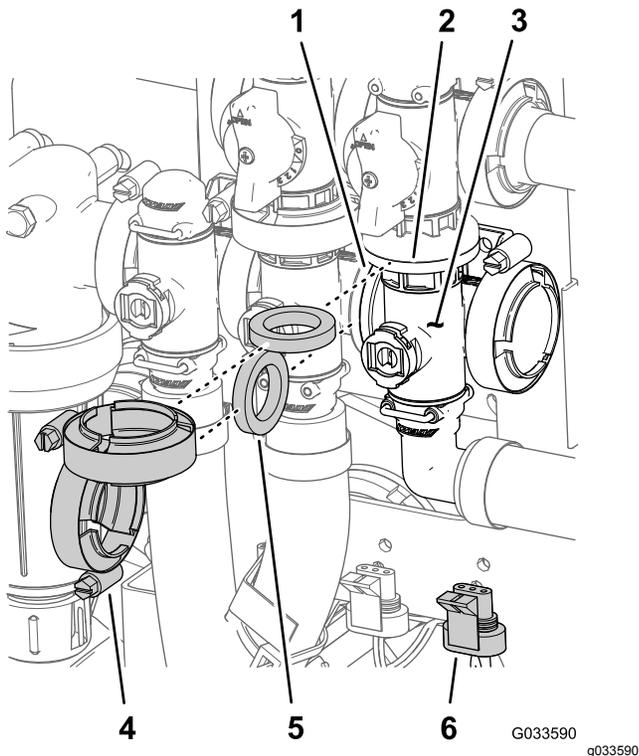

Bild 129
- Fluchten Sie den Flansch des Hauptausleger-Ventilverteilers, eine Dichtung und den Flansch des Hauptausleger-Sicherheitsventils aus (Bild 129).
- Montieren Sie den Hauptausleger-Ventilverteiler, eine Dichtung und das Hauptausleger-Sicherheitsventil mit einer Flanschklammer und ziehen sie mit der Hand an (Bild 129).
- Fluchten Sie den Flansch des Hauptausleger-Ventilverteilers, eine Dichtung und den Rührwerkventilverteiler aus (Bild 129).
- Montieren Sie den Hauptausleger-Ventilverteiler, die Dichtung und den Rührwerkventilverteiler mit einer Flanschklammer und ziehen sie mit der Hand an (Bild 129).
- Befestigen Sie das Rührwerkventil mit der Bundkopfschraube und der Sicherungsbundmutter (Bild 129), die Sie in Schritt 3 von Entfernen des Ventils des Hauptauslegerverteilers (Seite 86) entfernt haben, an der Ventilhalterung und ziehen Sie die Schraube und Mutter bis auf 10-12 N·m an.